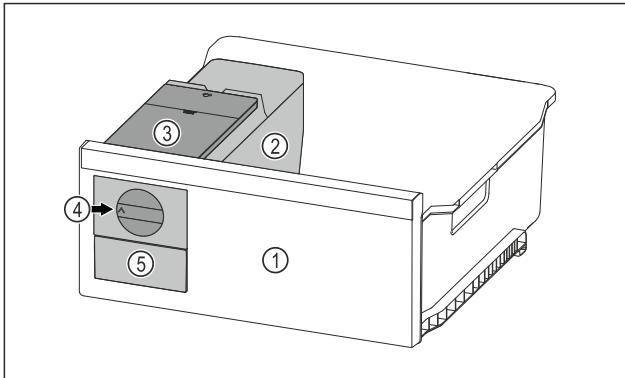

Fig. 70 Représentation à titre d'exemple
- Tourner le bouton rotatif Fig. 70 (4) dans le sens horaire jusqu'à la butée.
▷ Les glaçons tombent du bac à glaçons dans le tiroir à glaçons Fig. 70 (5).